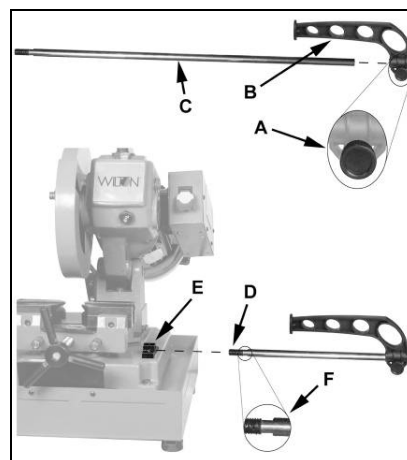

Fig 2
Schrauben Sie die Anschlagstange (C, Fig 2) in die Halterung (E) und ziehen Sie fest.